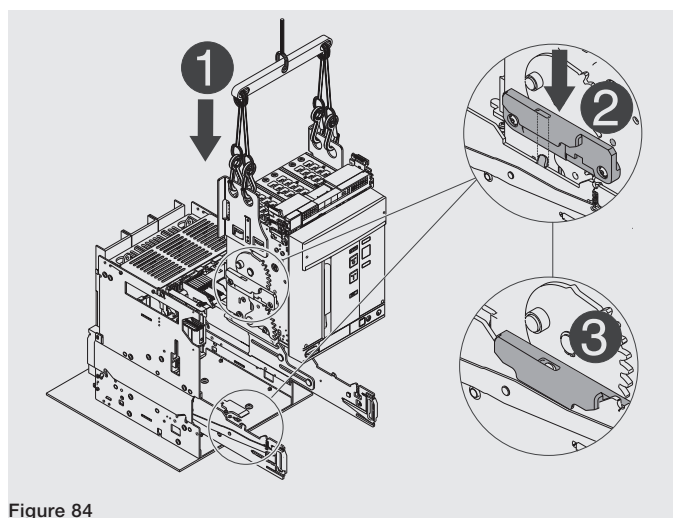

Figure 84
4. Positionner la partie mobile sur les glissières de la partie fixe. L'accrocher en introduisant la gorge du flanc dans le crochet de la glissière de la partie fixe. Voir Figure 84.